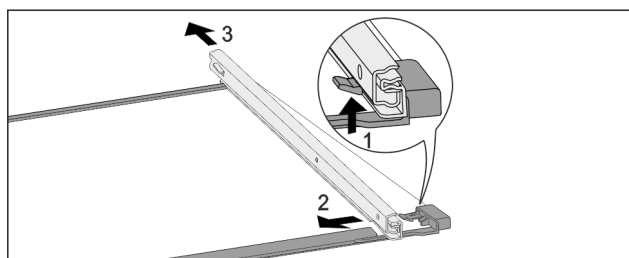

Fig. 170 带轨道的玻璃隔板
- ▶ 向上按前端的锁定钩。 Fig. 170 (1)
- ▶ 将牵引轨推向一侧 Fig. 170 (2)，然后向后 Fig. 170 (3) 推。